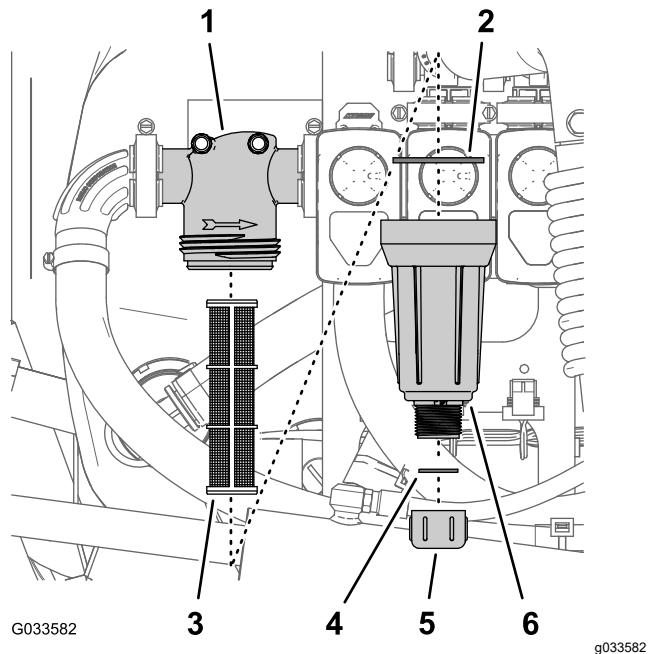

Figure 80
2. Placez un bac de vidange sous le filtre de pression (Figure 80).
3. Tournez le bouchon de vidange dans le sens antihoraire et retirez-le de la cuvette du filtre de pression (Figure 80).
4. Tournez la cuvette dans le sens antihoraire et déposez la tête du filtre (Figure 80).
5. Retirez l'élément du filtre de pression (Figure 80).
7. Contrôlez l'état et l'usure du joint du bouchon de vidange (à l'intérieur de la cuvette) et du joint de la cuvette (à l'intérieur de la tête du filtre) (Figure 80).
8. Placez l'élément dans la tête du filtre de pression (Figure 80).
9. Vissez la cuvette sur la tête du filtre et serrez-la à la main (Figure 80).
- Vissez le bouchon de vidange sur le raccord au fond de la cuvette et serrez-le à la main (Figure 80).